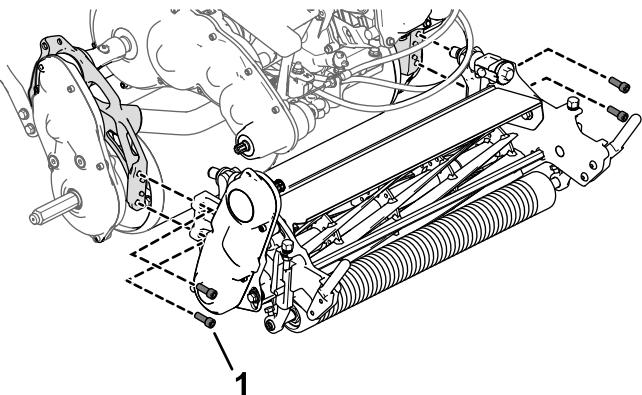

Рисунок 6
- С помощью 4 винтов с головкой под торцевой ключ установите режущий блок на машину (Рисунок 6).